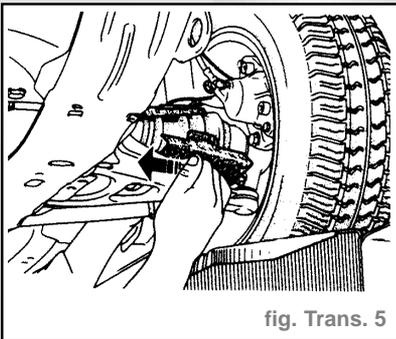

fig. Trans. 5
- Véhicule sur ses roues, procéder à la dépose des protecteurs carton, en les déchirant suivant le dessin (fig. TRANS. 5).